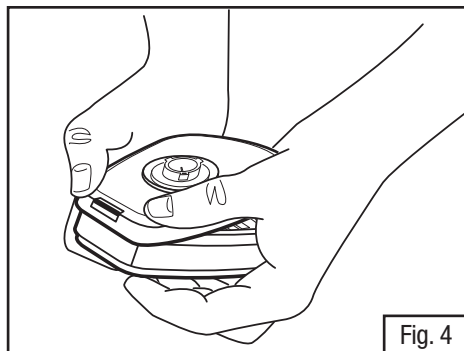

Fig. 4
1. Aligner l'adaptateur sur la cartouche. Enclencher l'encoche avant dans la cartouche en comprimant ensemble l'avant de la cartouche et l'adaptateur. Pour ce faire, placer les pouces sur la partie supérieure de l'adaptateur et les doigts le long de la partie inférieure de la cartouche (Fig. 4).